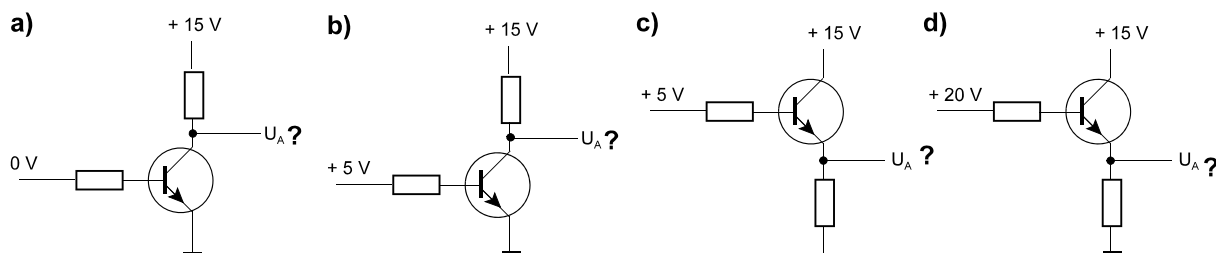

Abb. 6
10. Abb. 6 zeigt einfache Transistorstufen. Der Transistor ist ein Kleinleistungstyp, wie er auch im Praktikum eingesetzt wurde. Welche Ausgangsspannung ergibt sich näherungsweise in den vier Betriebsfällen a) bis d)? (Eintragen und kurz begründen.)